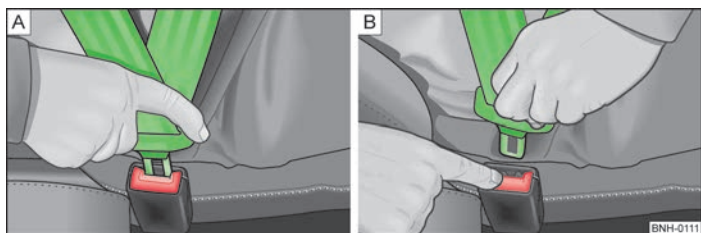

Fig. 119 Fixarea sau desfacerea centurii de siguranță
- Introduceți clema de fixare în catarama aferentă a centurii de siguranță » fig. 119 - până când se fixează cu un clic.
- Apăsăți tasta de culoare roșie de pe catarama centurii » fig. 119 - , lamela de fixare sare afară.